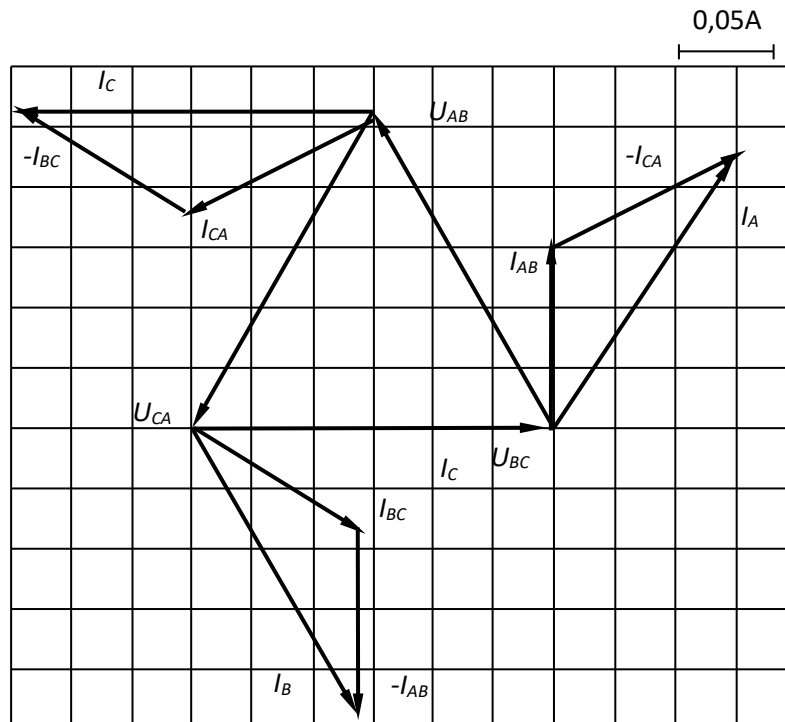

Рис. 1.42
12. Из векторной диаграммы (рис. 1.42) видно, что вектора линейных токов равны, т. е. $\vec{I}_{AB} = \vec{I}_{BC} = \vec{I}_{CA}$.